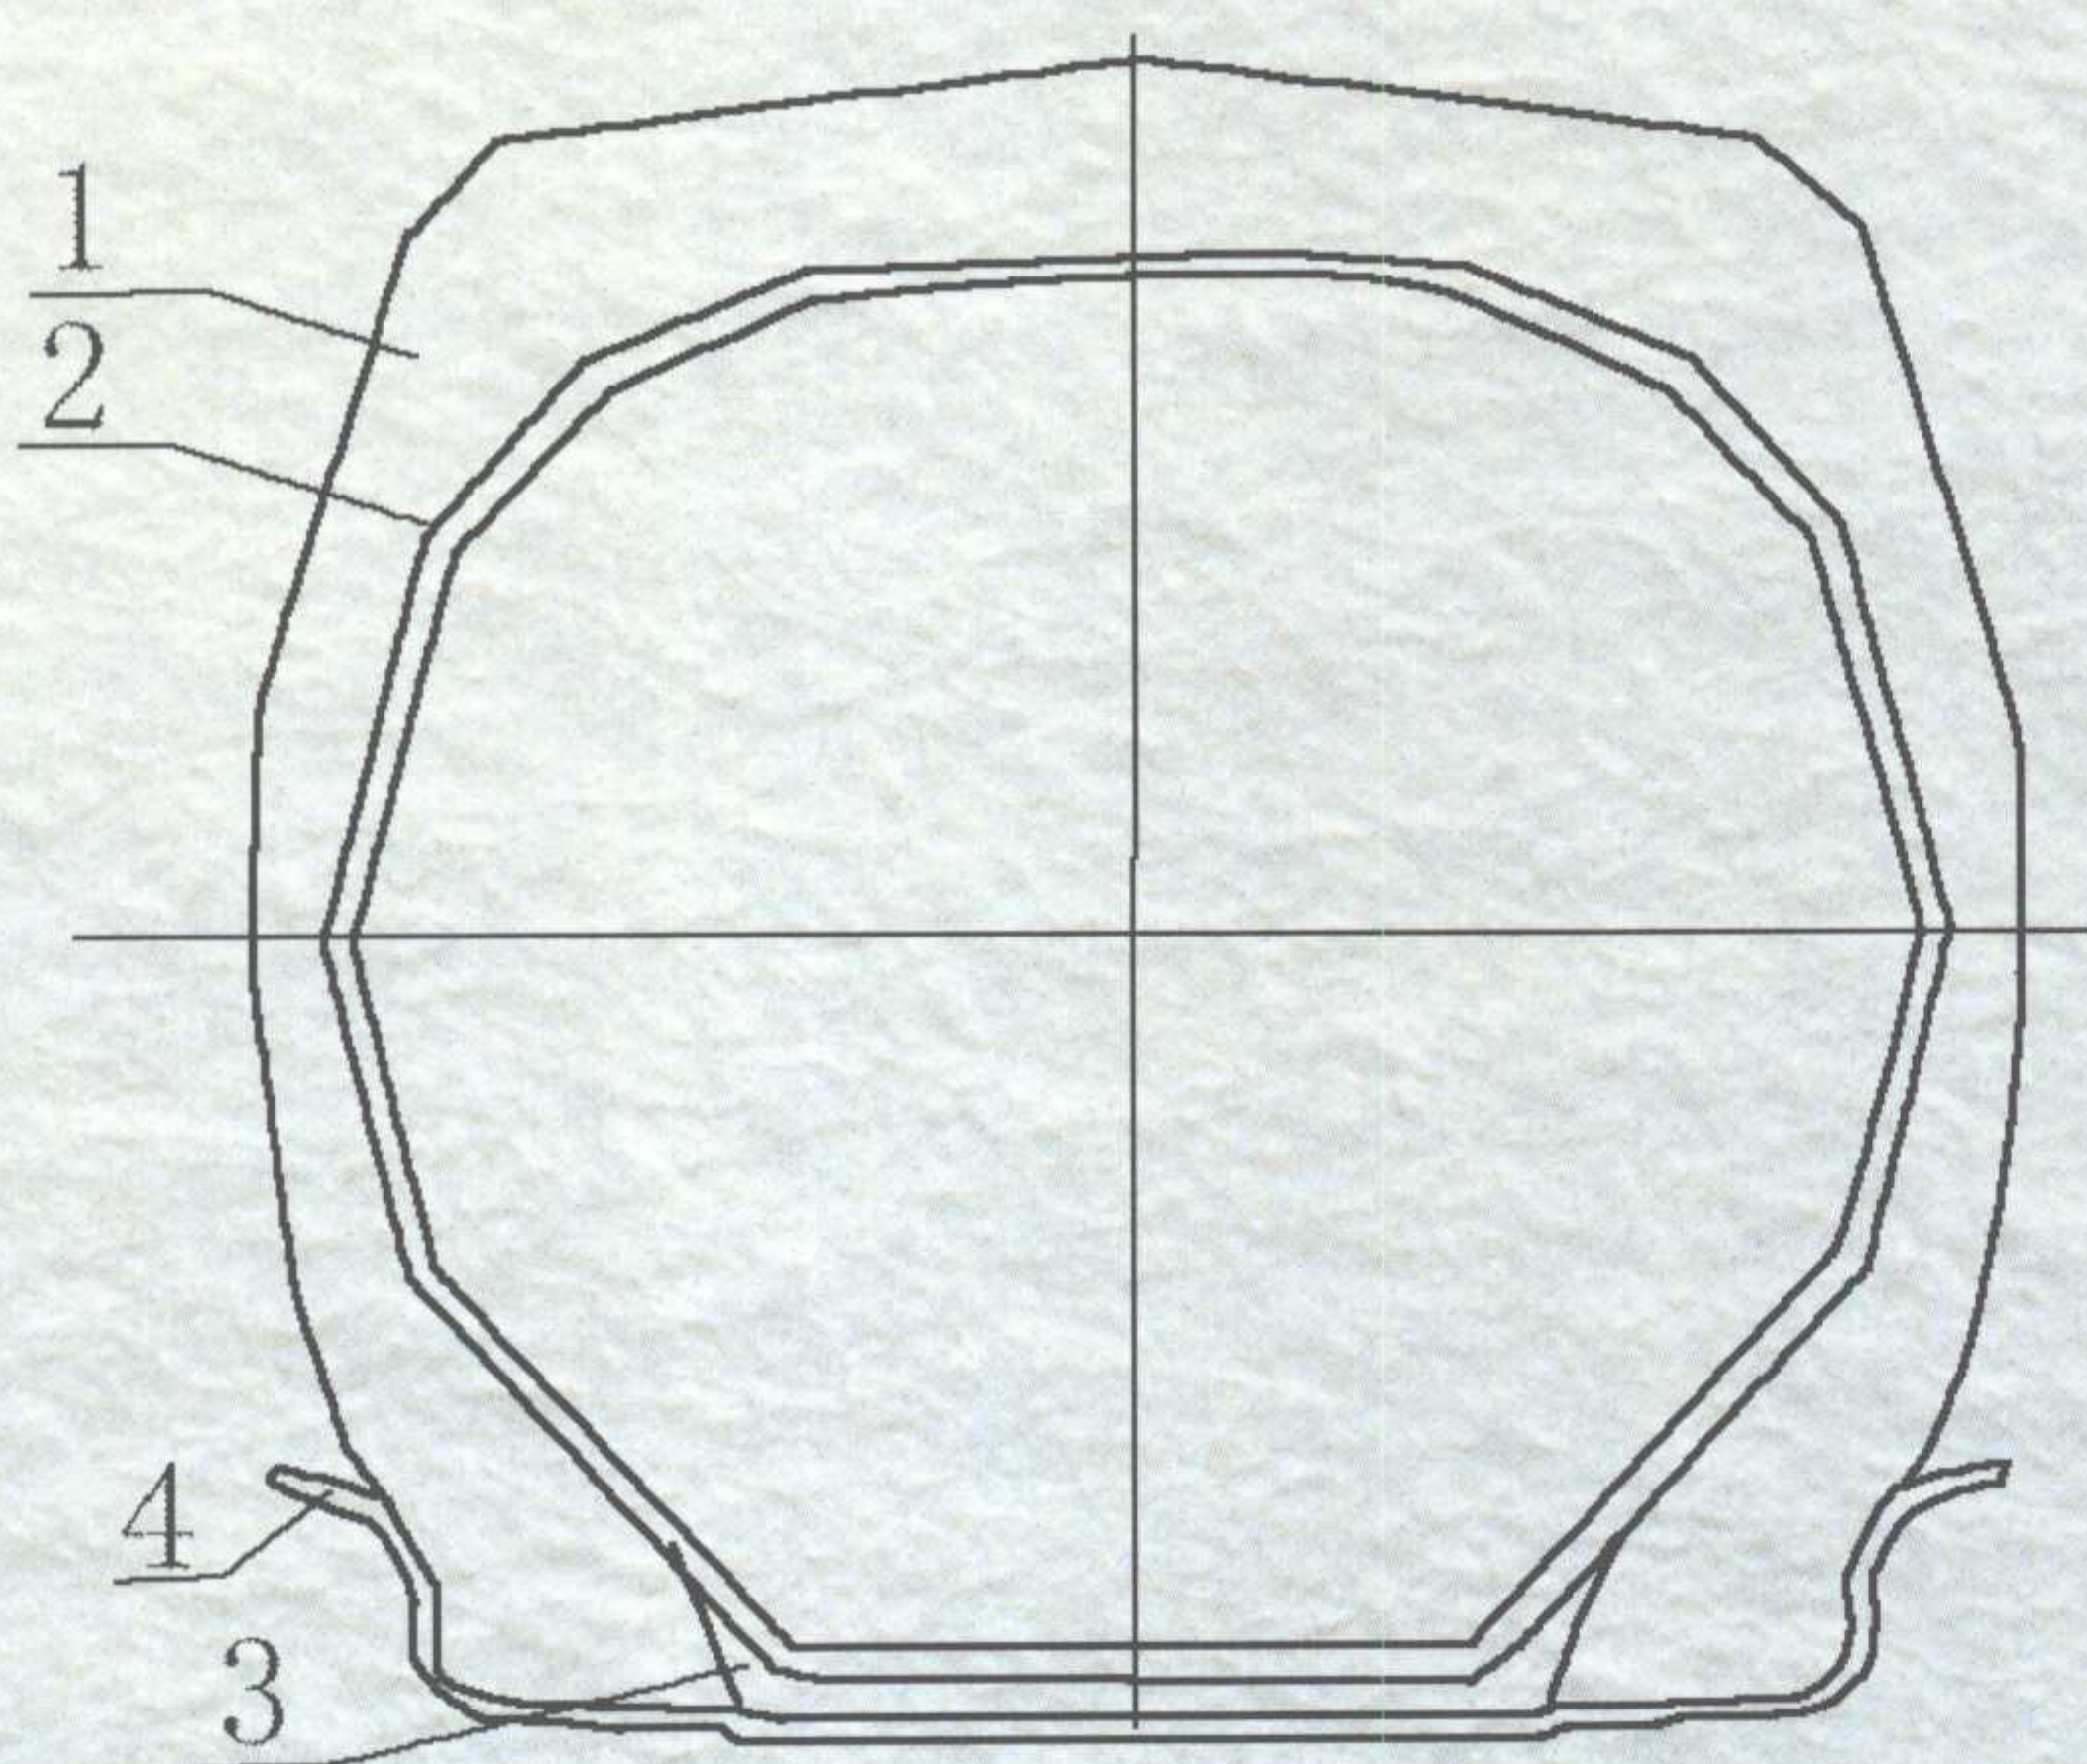

图 1-1-1 有内胎轮胎与轮辋装配图
- 2.结构：有内胎轮胎由外胎、内胎和垫带组成，使用时安装在汽车轮辋上，构造见图 1-1-1。